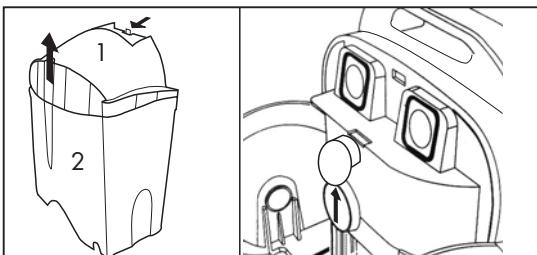

Fig. 12
- Retirer le réservoir de récupération (2) et le couvercle (1) du siège sur l'appareil. Fig. 12.
- Retirer le bouchon soufflage. Fig. 12 bis.
Fig. 12 bis